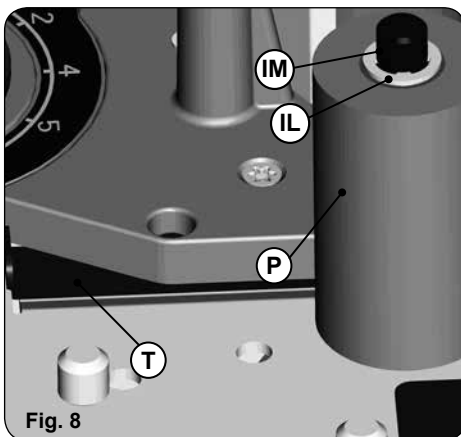

Fig. 8
- Za pomocą śrubokrętu usuń śrubę (IL, Rys. 8), która mocuje wałek.
- Usuń wałek (P, Rys. 8) i także trzpień wałka (IM, Rys. 8), wykręcając go poprzez włożenie 4 mm pręta w otwór.